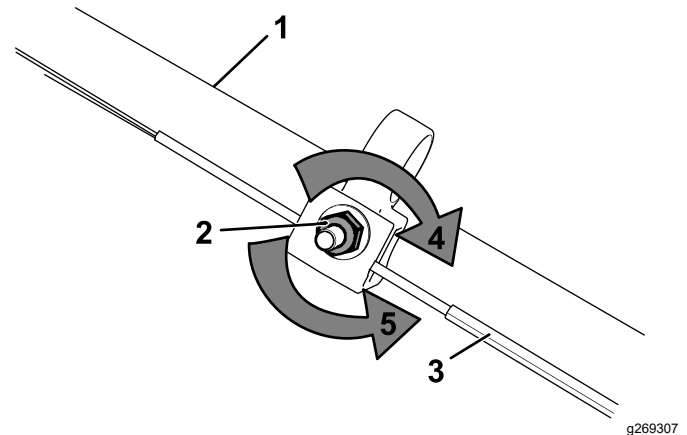

Figura 29
- Gire la tuerca de ajuste en sentido antihorario para aflojar el ajuste del cable (Figura 29).
- Ajuste la tensión del cable (Figura 29) tirando del mismo hacia atrás o empujándolo hacia adelante, y sujételo en esa posición.